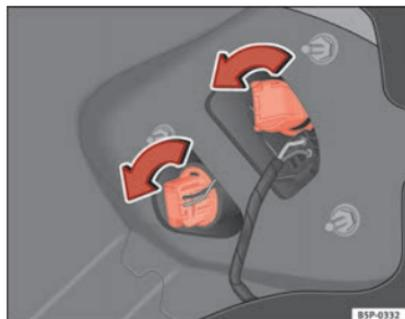

Fig. 202 Luzes na carroçaria
- Rode o porta-lâmpadas para a esquerda ⇒ Fig. 202.